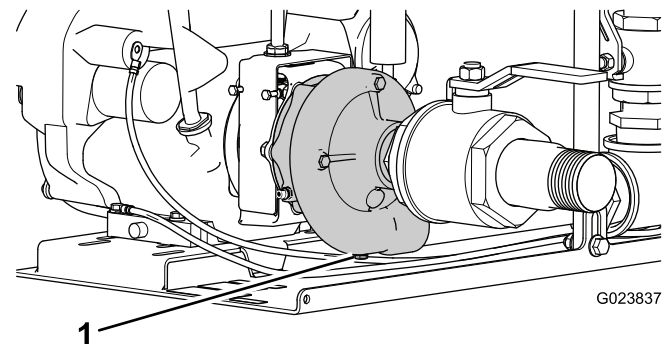

Figura 22
4. Drene qualquer fluido residual da bomba removendo o bujão de drenagem no fundo da bomba (Figura 22).